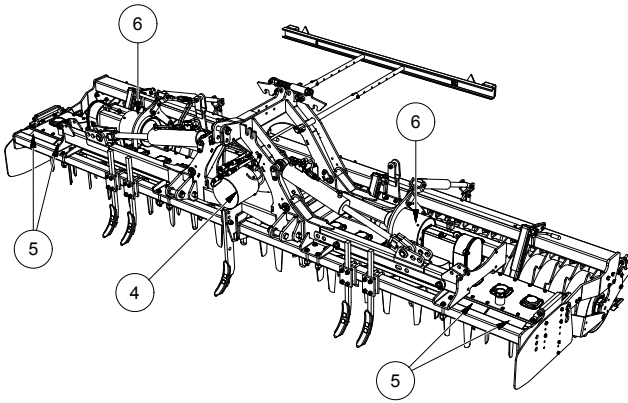

FIG. 21
- Schutzvorrichtung der Zapfwelle der Traktorseite (4, "Fig. 21").
- Schutzblech zum Werkzeugbereich hin (5, "Fig. 21").
- Schutz der seitlichen PTO-Boxen (6, Fig. 21)